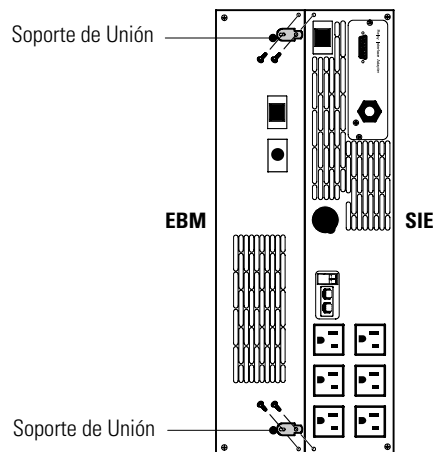

Figura 9. Instalación de los soportes de unión
7. Retire los tornillos de la esquina adyacente de los paneles posteriores que se muestran en la Figura 9 para instalar los soportes de unión.